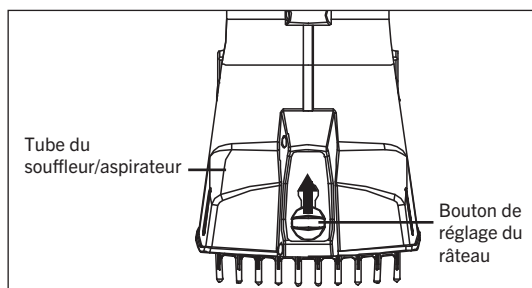

FIG. 11
3. Pour rétracter le râseau, tournez le bouton de réglage du râseau en position horizontale (Fig. 11). Tirez le bouton de réglage du râseau vers le haut jusqu'à ce que le râseau soit complètement rétracté dans le tube, puis tournez le bouton de réglage du râseau en position verticale pour « verrouiller ».